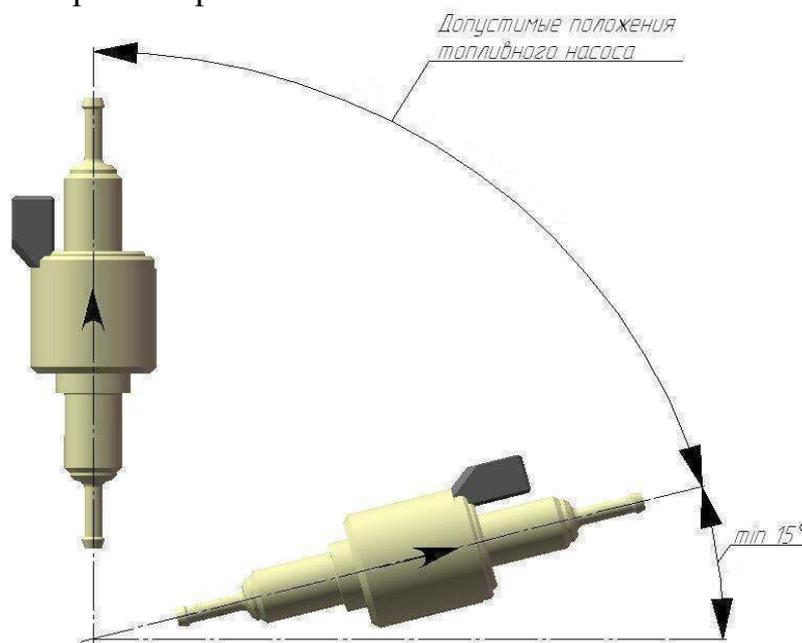

Рис. 5 Допустимые монтажные положения топливного насоса
- ось топливного насоса при монтаже предпочтительней устанавливать ближе к вертикали (см. рис.5);